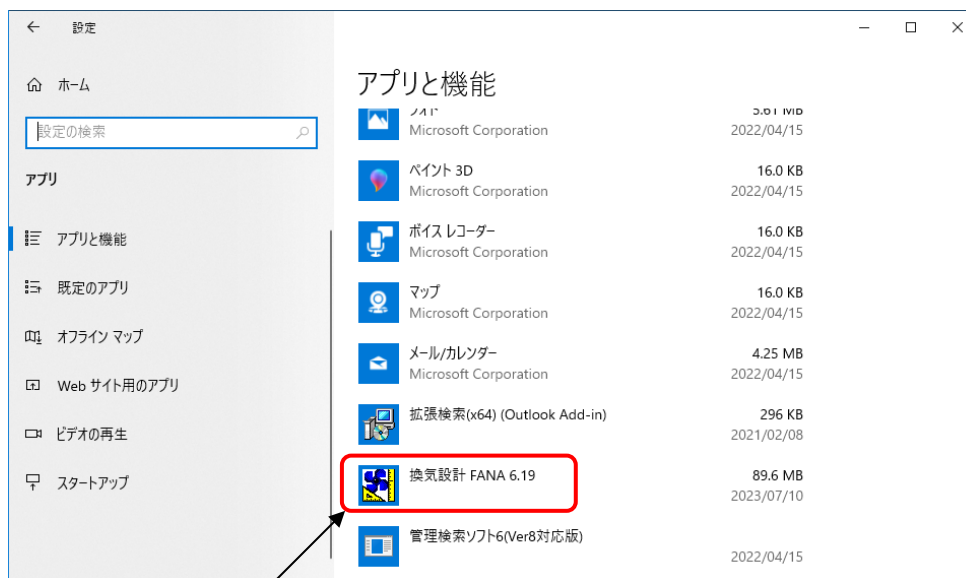

図 3
3. 『アプリと機能』画面(図 3)が表示されます。
[換気設計 FANA] (図 3-①) を選択します。